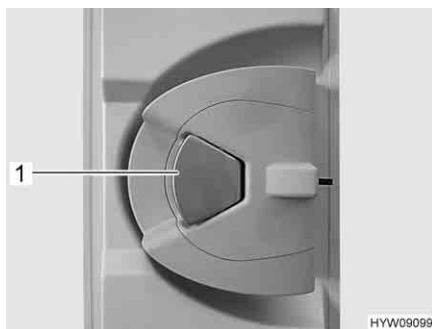

Fig. 41 Serratura della porta (porta di ingresso, lato interno)
- Quando la serratura della porta è bloccata: Tirare una volta la maniglia della porta (Fig. 41,1). La porta è sbloccata.
- Tirare la maniglia della porta (Fig. 41,1). La porta è aperta.
- Premere la maniglia della porta (Fig. 41,1).